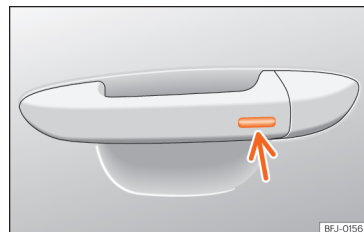

Abb. 62 Türgriff: Sensorfläche.
- **ODER:** mit dem Keyless Access-System (nur Schließen): Finger einige Sekunden auf der Sensorfläche zum Verriegeln »» » (Abb. 62) (Pfeil) im Türgriff halten, um die Fenster und das Schiebedach zu schließen. Wenn Sie die Sensorfläche nicht mehr berühren, wird die Schließfunktion unterbrochen.
»» (Abb. 62) (Pfeil) am Türgriff, damit das Dach geschlossen wird. Wenn Sie die Sensorfläche nicht mehr berühren, wird die Schließfunktion unterbrochen.